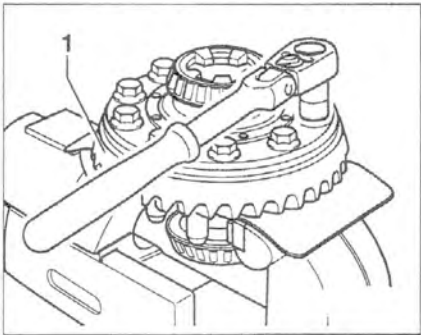

Рис. 5.117. Открутите болты крепления ведомой шестерни 1 и снимите корпус дифференциала.
1. Открутите болты крепления ведомой шестерни 1 и снимите корпус дифференциала (рис. 5.117).
13. Нагрейте ведомую шестерню до 60 °C и закрепите ее новыми болтами (рис. 5.117).